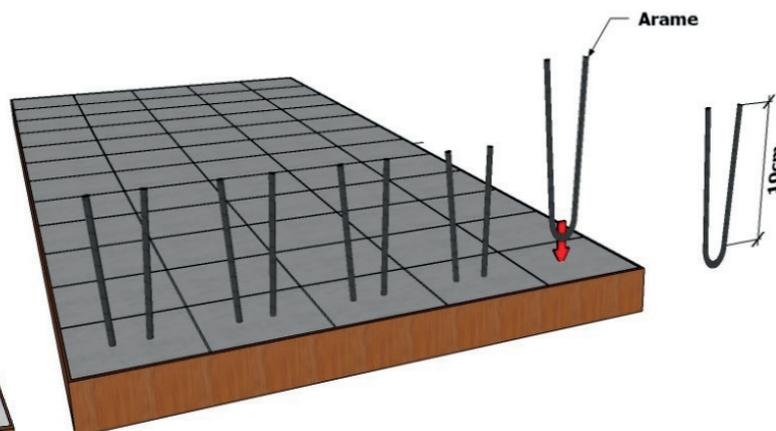

Fig. 11- Colocação dos arames nos quadrados
- Realizar uma dobra no centro arame e inserir um em cada quadrado (fig. 11);